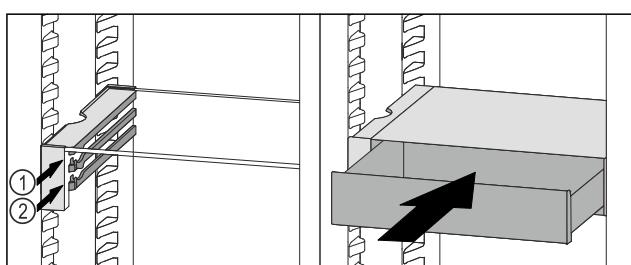

Fig. 123
- ▶ Установите выдвижной ящик VarioSafe за стопоры на требуемый выступ Fig. 123 (1) или Fig. 123 (2).